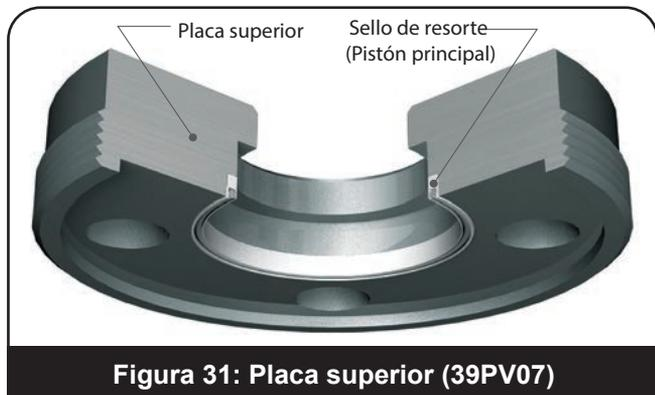

Figura 31: Placa superior (39PV07)
- a. Lubrique el sello del resorte (pistón principal) y el prensaestopas de la placa superior. Instale el sello de resorte (pistón principal) en la placa superior. El resorte debe ser orientado como se muestra en la Figura 31 o 32.
- a. Lubrique el sello del resorte (pistón principal) y el prensaestopas de la placa superior. Instale el sello de resorte (pistón principal) en la placa superior. El resorte debe ser orientado como se muestra en la Figura 31.